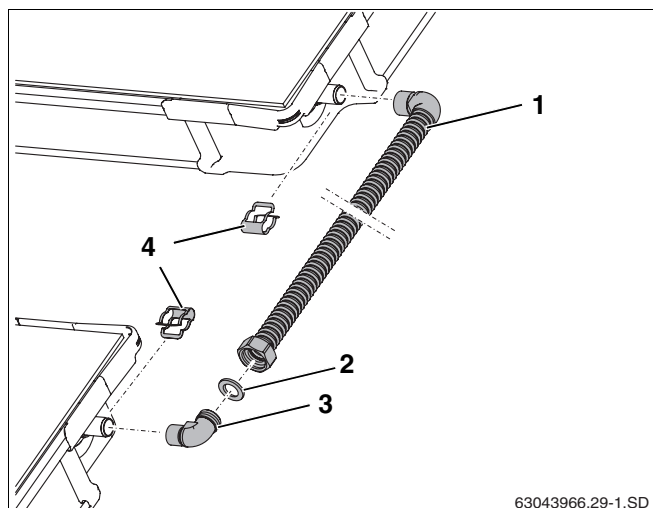

Fig. 59 Juego de conexión entre dos filas de colectores
Si necesita acortar el tubo de conexión (fig. 59, **pos. 1**), tenga en cuenta los pasos de montaje especificados en cap. "Creación de la superficie de obturación:", pág. 38.
- ▶ Coloque la junta (fig. 59, **pos. 2**) en la tuerca de racor.
- ▶ Coloque, oriente y enrosque el codo (fig. 59, **pos. 3**) en la tuerca de racor G1.
- ▶ Coloque el tubo de conexión (fig. 59, **pos. 1**) en las conexiones del colector y fíjelo con las abrazaderas (fig. 59, **pos. 4**) incluidas en el juego de conexión.